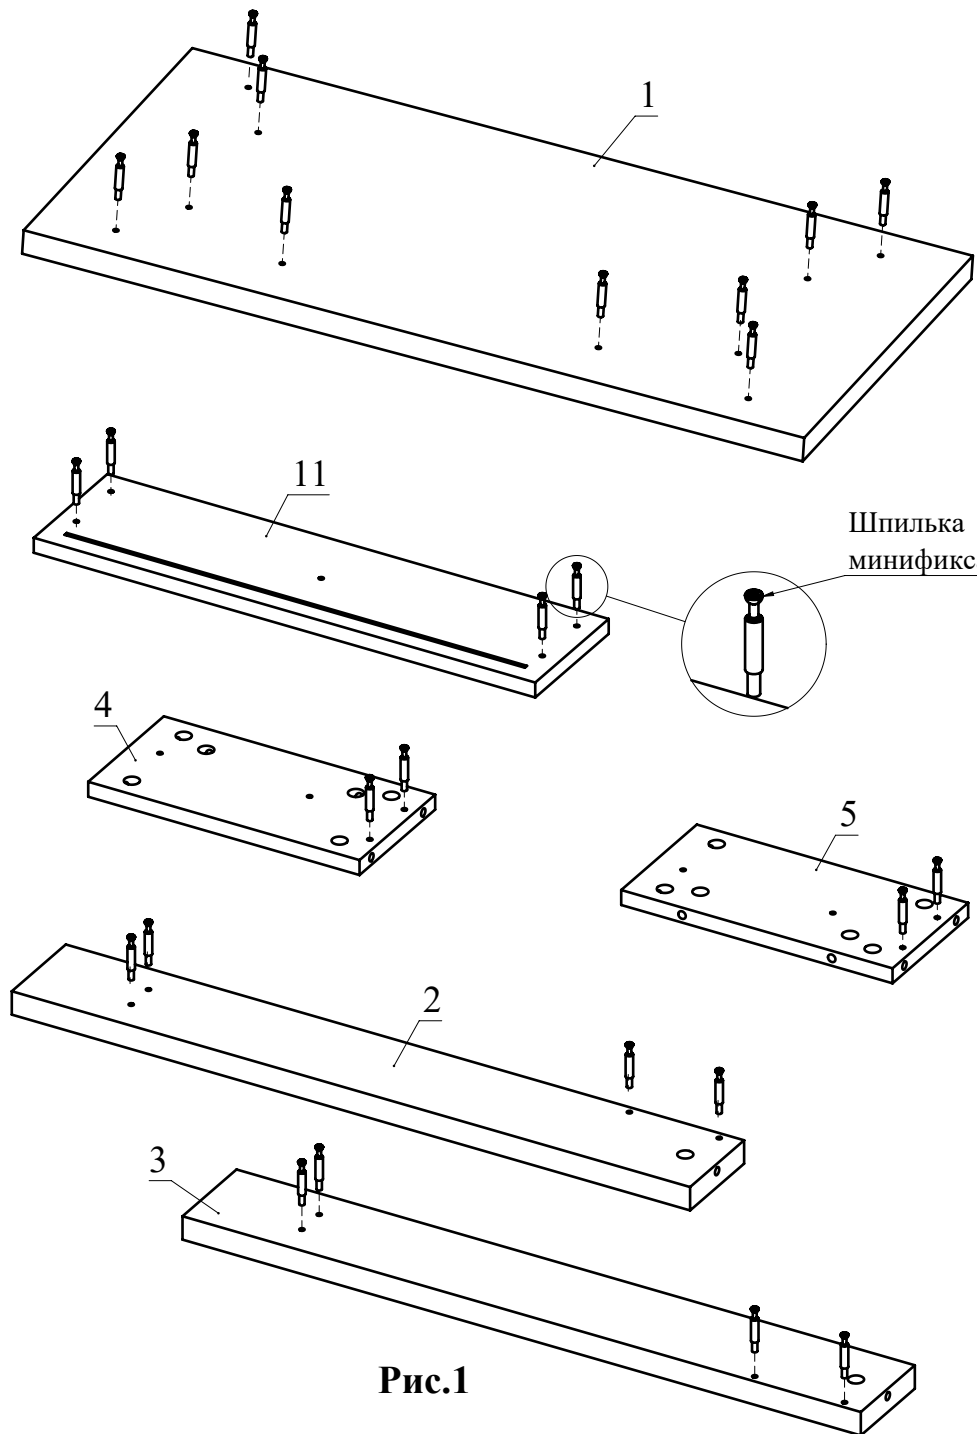

Рис.1
1. Вкрутите шпильки минификсов в детали 1, 2, 3, 4, 5, 11 (Рис. 1).